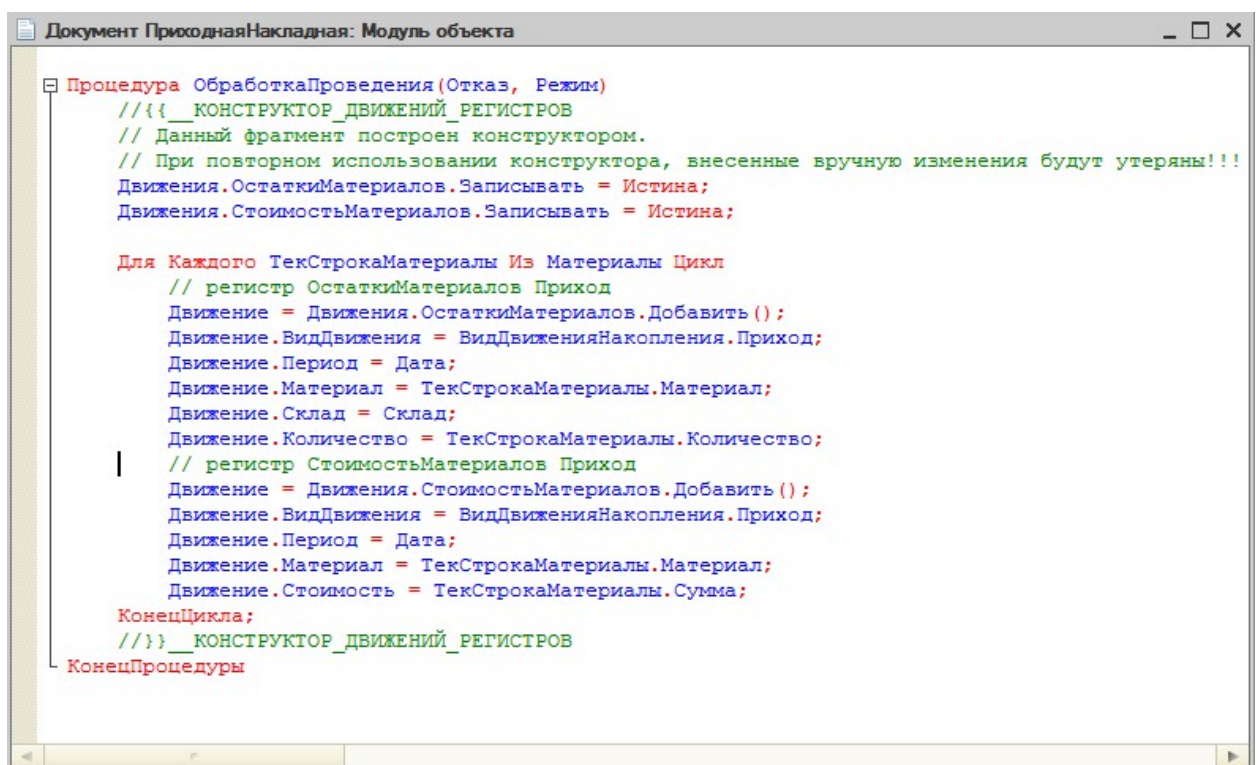

Рисунок 51 Процедура ОбработкаПроведения для документа
- Проверьте, что процедура изменилась. Приведите процедуры к виду, представленному на рис. 51.